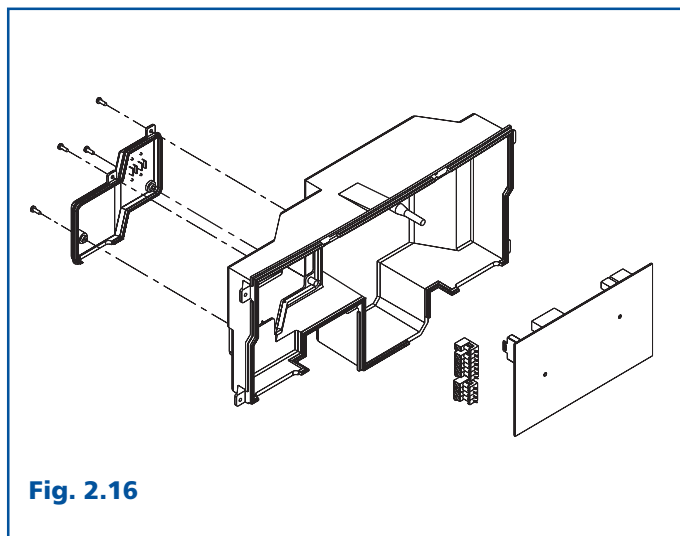

Fig. 2.16
2.12 Alimentatore caldaia (Fig. 2.16)